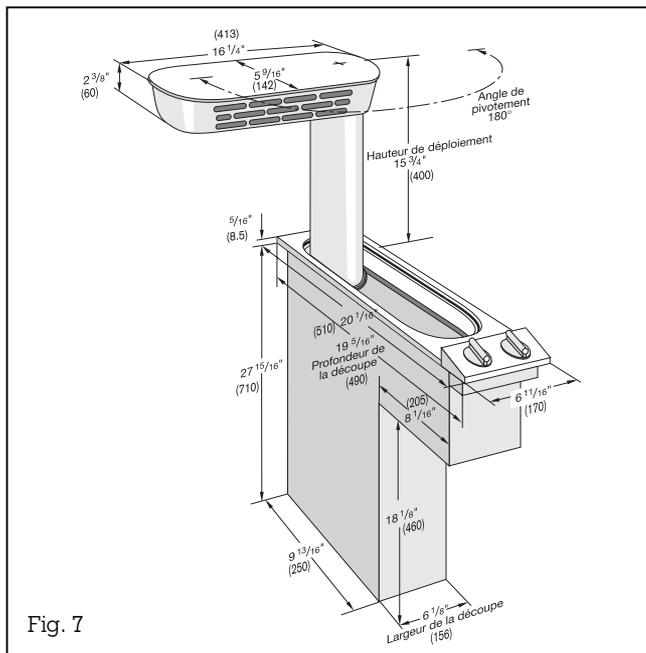

Fig. 7
- **Réalisez** la découpe en vous basant sur le schéma de montage (fig. 7). Si vous posez en même temps plusieurs appareils Vario, tenez compte des cotes indiquées dans la liste des types. **Important !** L'angle entre la surface de coupe et le plan de travail doit être de 90°.